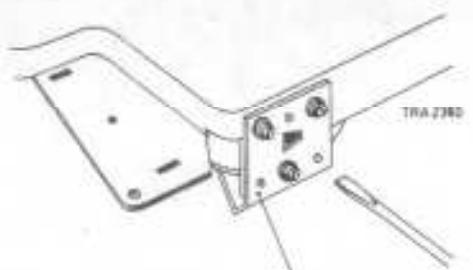

Fig. 19
- Desserrer les trois vis fixant le palier inférieur 67 du volant à la plaque de montage, voir la figure 19.
Lors de la fixation du palier inférieur 67 du volant, il faut veiller à ce que la rainure à corde du volant 66 et celle du galet presseur 63 se situent à la même hauteur. La hauteur du volant peut être réglée à l'aide d'un tournevis dans le trou triangulaire dans le palier inférieur 67 comme le montre la moitié de la figure 19.
La hauteur du volant est ajustable au moyen d'un tournevis dans le trou triangulaire dans l'équerre de palier 67, fig. 19.